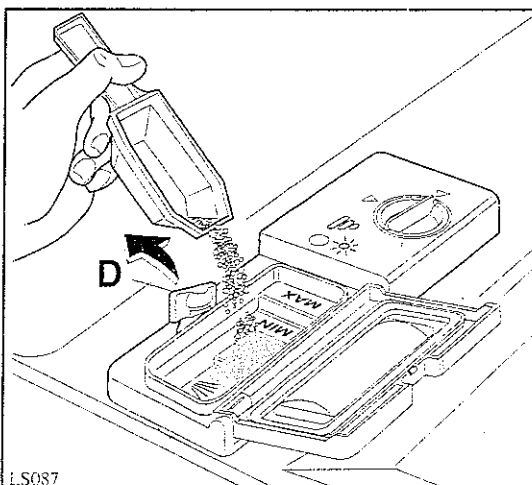

Abb. 7
Vor dem Beginn eines jeden Spulprogrammes, mit Ausnahme des Vorspülprogrammes, ist das Reinigungsmittel in die Einspülkammer einzufüllen. Sollte der Deckel des Behälters geschlossen sein, drücken Sie leicht den Verschußhebel (D) nach hinten (Abb. 7).